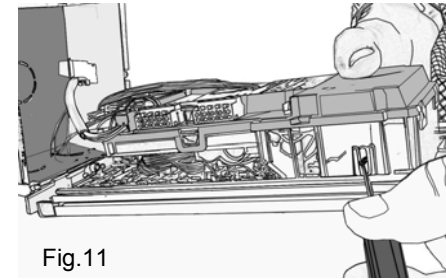

Fig.11
2.10REGOLARE L'ORIENTAMENTO DELLA TELECAMERA (fig.11 pag. 18).
L'orientamento della telecamera sia per quanto riguarda l'asse verticale che per l'asse orizzontale e' realizzato tramite un taglio a cacciavite piatto nel lato del gruppo vicino alla telecamera (fig.11 pag.18).